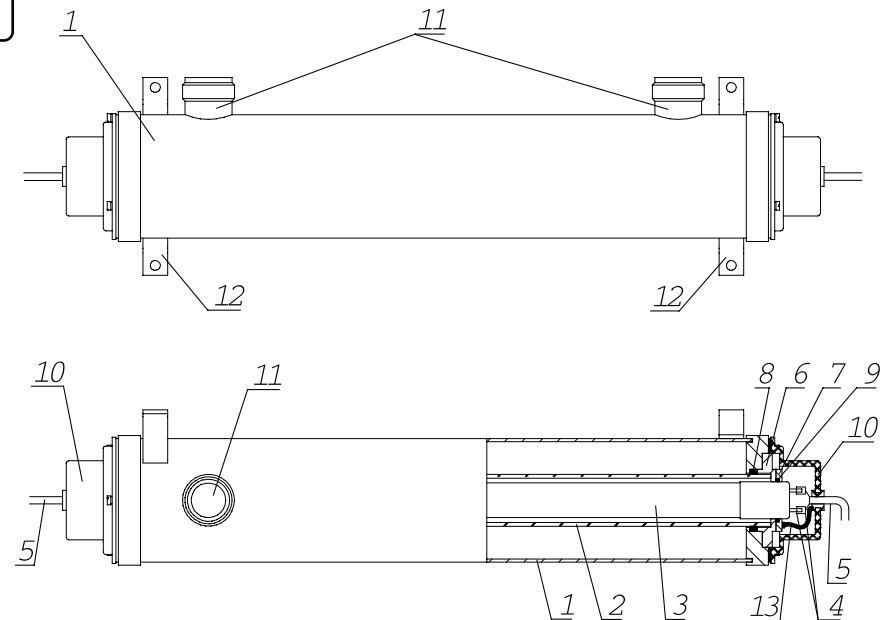

Рис. 1. Облучатель.
Облучатель (Рис. 1) представляет собой цилиндрическую емкость, выполненную из нержавеющей стали (1), вдоль оси которой расположена кварцевая трубка (2). Внутри кварцевой трубки расположена ультрафиолетовая лампа (4). К электродам лампы на обоих торцах облучателя посредством разъемов (3) присоединены кабели питания (5). На одном из торцов корпуса имеется также клемма заземления (13), к которой присоединен желто-зеленый провод кабеля питания (5). Противоположные концы кабелей питания (5) объединены на общем разъеме, который подключается к блоку питания и контроля. Вблизи разъема от одного из кабелей отведен провод заземления для подключения на отдельную клемму. Кварцевая трубка и лампа фиксируются на корпусе облучателя при помощи металлических колец соответственно (6) и (7) и резиновых уплотнительных колец (8) и (9). Торцы облучателя закрыты крышками (10), на его боковой поверхности находятся патрубки (11) для подвода и отвода воды, а также кронштейны (12) для крепления облучателя на стене.
1. Облучатель можно монтировать в вертикальном или горизонтальном положении. При горизонтальном положении патрубки подвода и отвода воды (11 на Рис. 1) должны быть направлены вверх. При вертикальном положении подача воды должна осуществляться через нижний патрубок. Облучатель должен быть расположен так, чтобы с одного конца вдоль его оси оставалось свободное пространство не менее длины блока. Это необходимо для возможности замены лампы и извлечения кварцевой трубки для очистки. Необходимо предусмотреть также возможность слива воды из корпуса облучателя при извлечении кварцевой трубки.
4. В местах присоединения трубопроводов подвода и отвода воды. (11 на Рис.1) рекомендуется воспользоваться тефлоновой уплотнительной лентой.
3. Для извлечения лампы сначала отключите электропитание и подачу воды, снимите крышки (10 на Рис. 1) облучателя, отсоедините разъемы (4) от цоколей лампы (3). Затем, отвинтив винты металлических колец лампы (6), снимите эти кольца и резиновые уплотнения (8). Осторожно извлеките лампу (3). Установка лампы производится в обратном порядке.
4. На кварцевой трубке (2) могут откладываться минеральные отложения и взвеси, что уменьшает интенсивность ультрафиолетового излучения. Хорошая предварительная фильтрация воды уменьшает такие отложения. Периодически производите извлечение и чистку кварцевой трубки. Чистку выполнять с помощью мочалки и любого средства для удаления накипи. Частота этой операции зависит от состава воды, как правило, раз в 5-10 месяцев.
5. Для извлечения кварцевой трубки сначала извлеките лампу согласно п.3. Если это возможно, при помощи вентиля освободите корпус облучателя от остатков воды. В противном случае следует предусмотреть истечение воды из корпуса при снятии уплотнений. Отвинтите винты металлических колец кварцевой трубки (2) и извлеките кольца (7) и резиновые уплотнения (9). Осторожно, так чтобы не дать концу кварцевой трубки упасть внутрь корпуса облучателя, извлеките трубку (2). Установка трубки производится в обратном порядке. Устанавливайте трубку так, чтобы она выступала из корпуса облучателя на одинаковое расстояние с обоих концов. Перед установкой трубки следует убедиться в целостности резиновых уплотнений. Рекомендуется смазать их силиконовой смазкой. После установки трубки медленно включите (на короткое время!) подачу воды, чтобы проверить наличие протечек. Если имеется протечка, следует более туго завернуть винты металлического кольца (7). Если это не помогает, необходимо снять и заменить резиновые уплотнения. Убедившись в отсутствии протечек, установите и подключите лампу в порядке, обратном указанному в п.3.